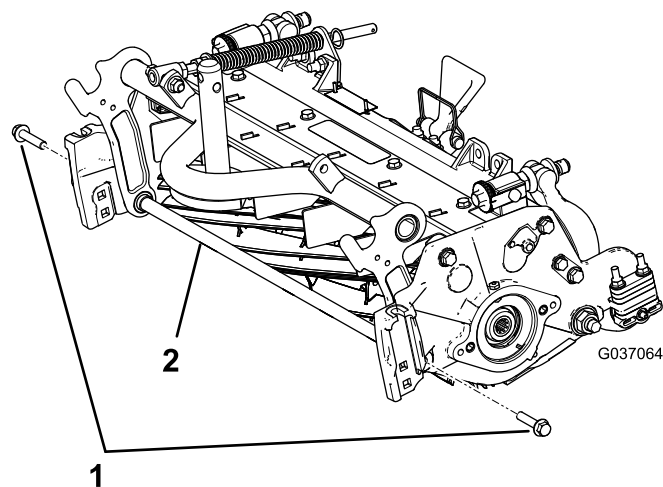

Рисунок 4
- А. Выверните два болта с фланцевыми головками, которые крепят несущий стержень, и снимите несущий стержень (Рисунок 4).